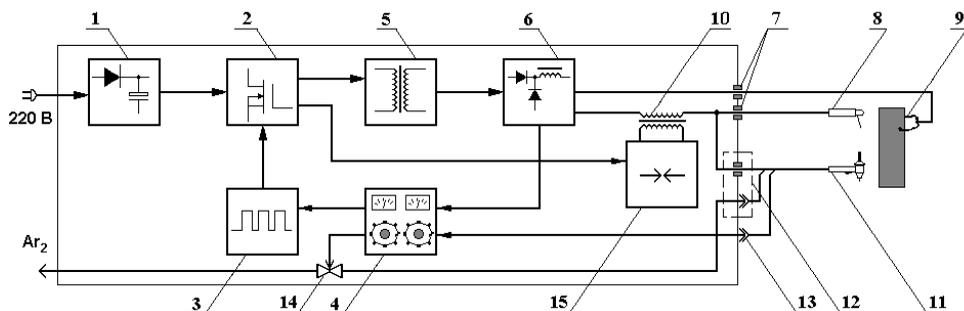

Рисунок 1 – Блок-схема установки сварочной TIG-200PD
3.1. Установка TIG-200PD произведена на базе современной инверторной технологии, благодаря использованию мощных IGBT транзисторов. Принцип работы отображён на блок схеме рис. 1.